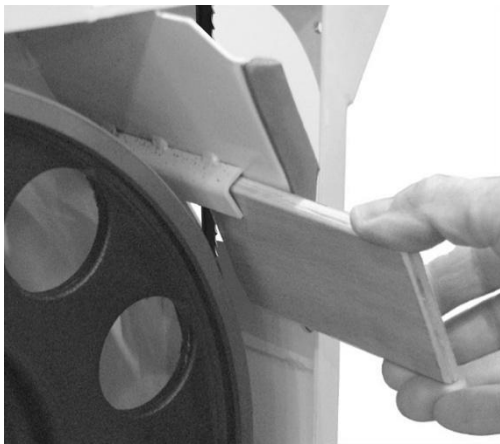

Рис.11
2. Откройте нижнюю дверцу и сдвиньте деревянную вставку до тех пор, пока она не коснется края ленты (см. рис.11).